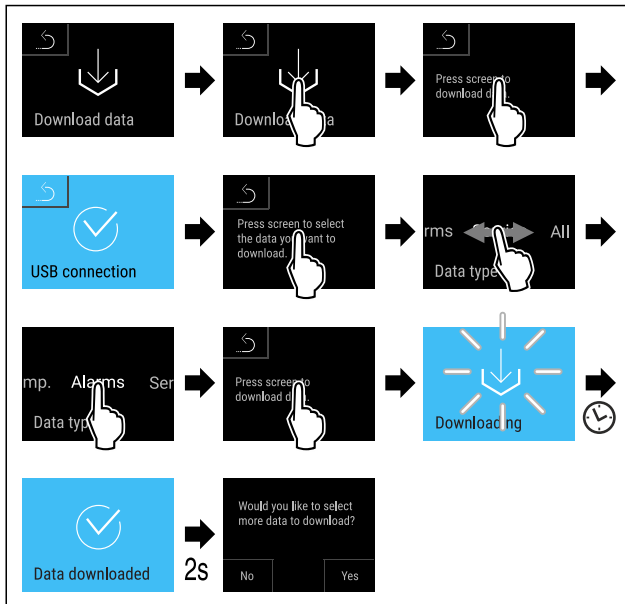

Fig. 136
- ▶ Stappen (zie Fig. 136) uitvoeren.